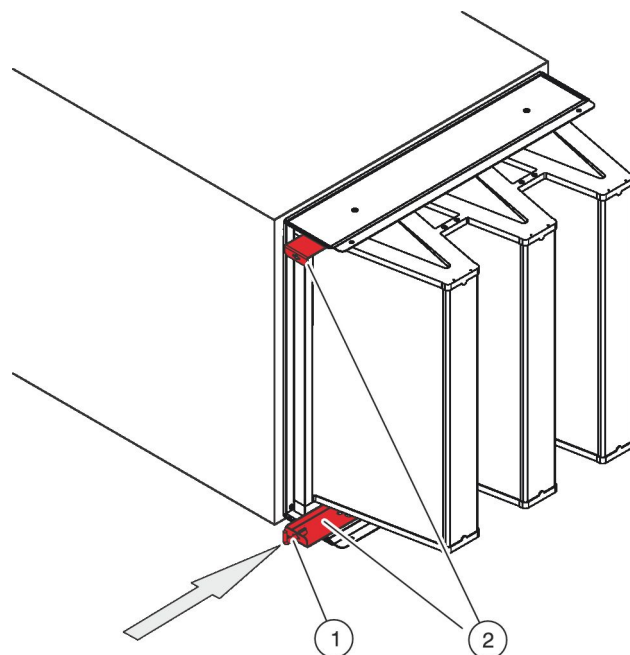

Рис. 62: Вставка зажимных рейлов
7. ► Используйте специальный ключ (Рис. 62/1), чтобы задвинуть съемные рельсы (Рис. 62/2) до упора.